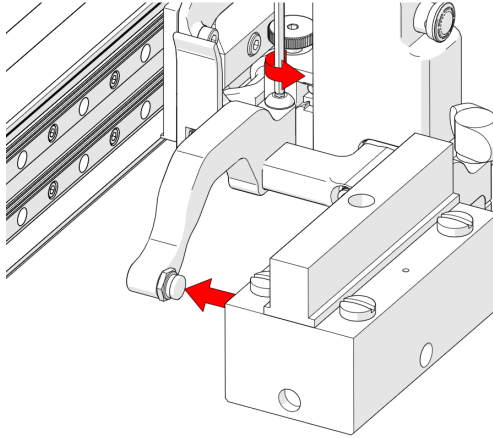

Abbildung 2-105 Einstellen des inneren Arms
3. Lösen Sie die Schraube der Armklemme (Abbildung 2-105 auf Seite 117).
4. Setzen Sie den Keil auf den Schwenkknopf des inneren Prüfkopfhalterarms (siehe Abbildung 2-105 auf Seite 117).